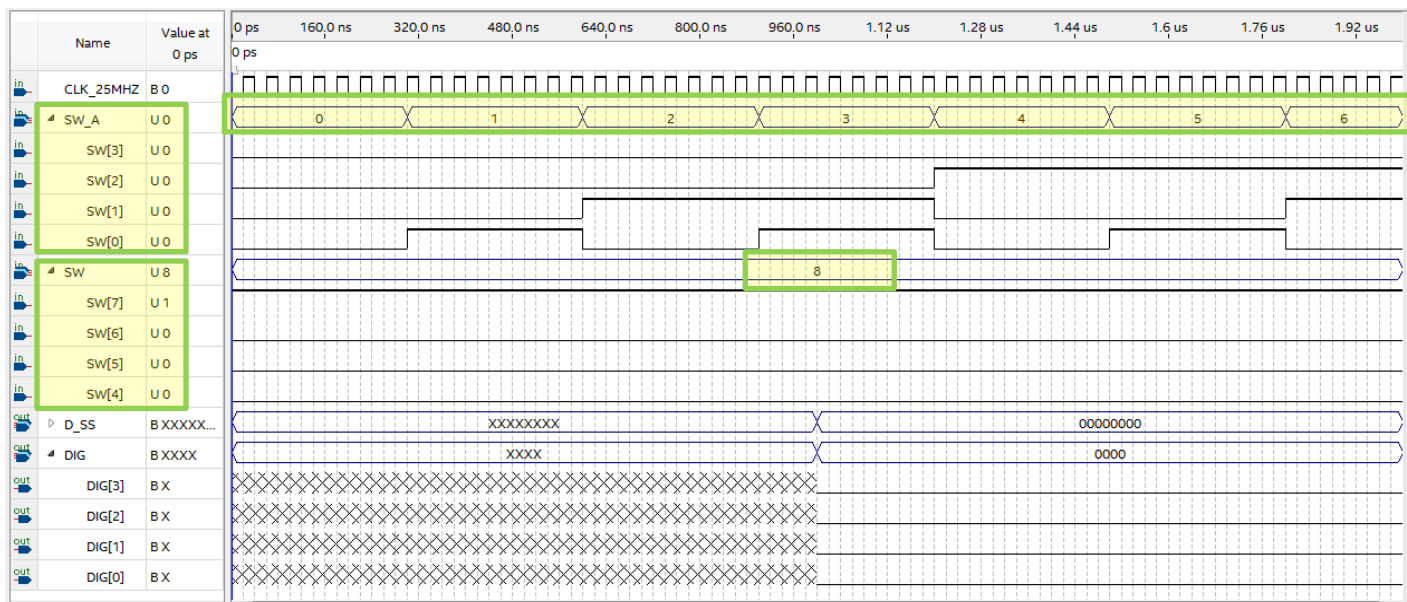

Рис.37 Окончательный вид теста для симуляции
8.6. Сгруппируйте сигналы **SW3..SW0** в группу **SW\_A**, сигналы **SW7..SW4** в группу **SW\_B**, систему счисления сигналов для отображения задайте, при создании группы, как **Unsigned Decimal**. Группа создается следующим образом: выделите **Ctrl + ЛКМ** все нужные сигналы группы, затем нажмите **ПКМ**, выберите **Grouping-> Groupe** и в появившемся окне введите имя группы, далее «Ok». После создания группы можно закрыть ее, чтобы отображался только общий сигнал группы (рис. 37).
8.10. Окончательный вид теста показан на рис. 37 . Сохраните созданный тест.